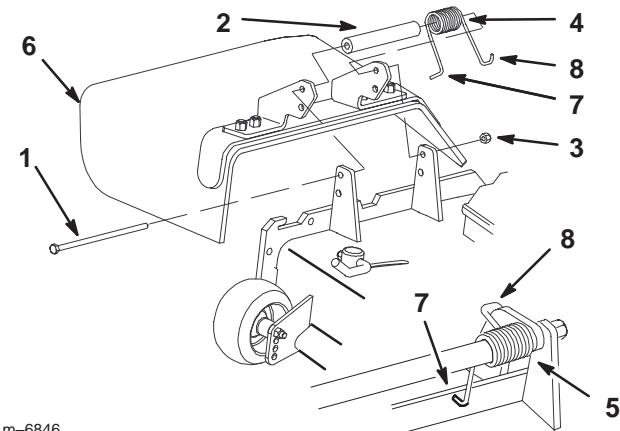

Figure 79
1. Retirez le contre-écrou, le boulon, le ressort et l'entretoise qui fixent le déflecteur aux supports de pivot (Fig. 79). Enlevez le déflecteur s'il est endommagé ou usé.
Remarque : Prenez soin de placer l'extrémité en **L** du ressort derrière le bord du plateau avant de mettre le boulon en place, comme indiqué à la Figure 79.
- Remettez le boulon et l'écrou. Accrochez l'extrémité crochue en **J** du ressort au déflecteur d'herbe (Fig. 79).